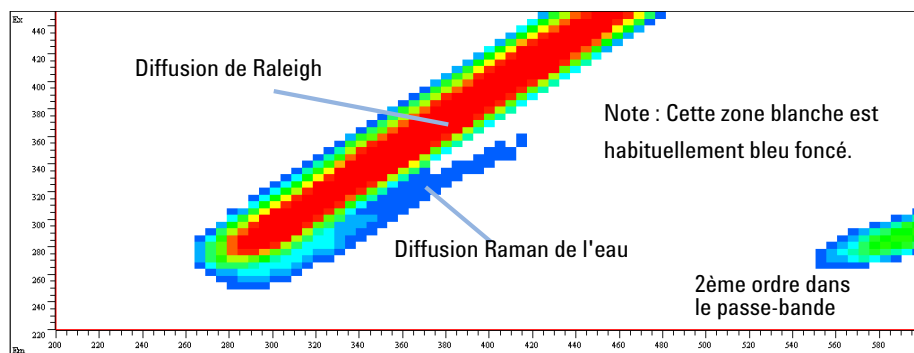

Figure 44 Balayage fluorimétrique de l'eau
- 4 Définissez un nom de fichier de données et effectuez un balayage fluorimétrique. Une fois le balayage terminé, les résultats apparaissent sous forme de tracé d'isoabsorbance (voir Figure 44, page 106).